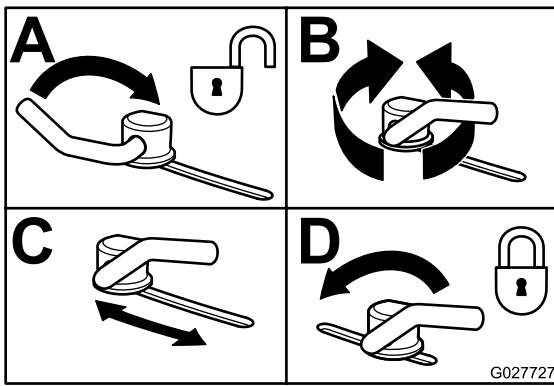

Figura 34
- Per regolare i blocchi delle camme alzate la leva e allentate i blocchi (Figura 34).
- Spostate la leva sopra per serrare il deflettore e i blocchi delle camme (Figura 34).